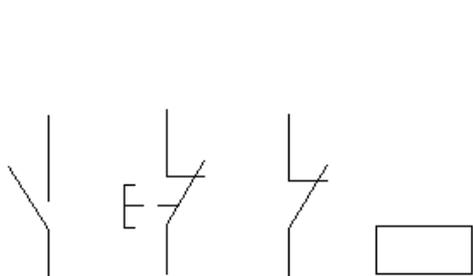

图 11-93 元器件图形符号
(1) 复制图形。选择菜单栏中的“文件”→“打开”命令, 将“源文件\第 11 章\电气元件”中的接触器常开触点图形符号、接触器常闭触点、启动按钮图形符号等复制到当前绘图环境中, 如图 11-93 所示。